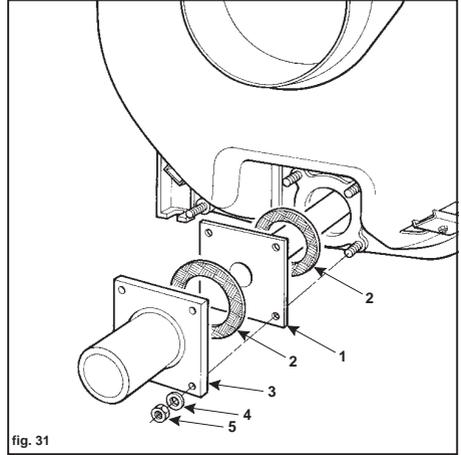

fig. 31
Anordnung für die Montage des Diffusors an der unteren Muffe für den Anschluß an den herkömmlichen Heizbetrieb (Fig. 31).
- 17 (Fig. 31) Diffusor 1 an der unteren Muffe für den herkömmlichen Heizbetrieb oder an der oberen Muffe für den Niedertemperaturbetrieb (Fig. 32) montieren, ggf. eine Dichtung 2 zwischenlegen.